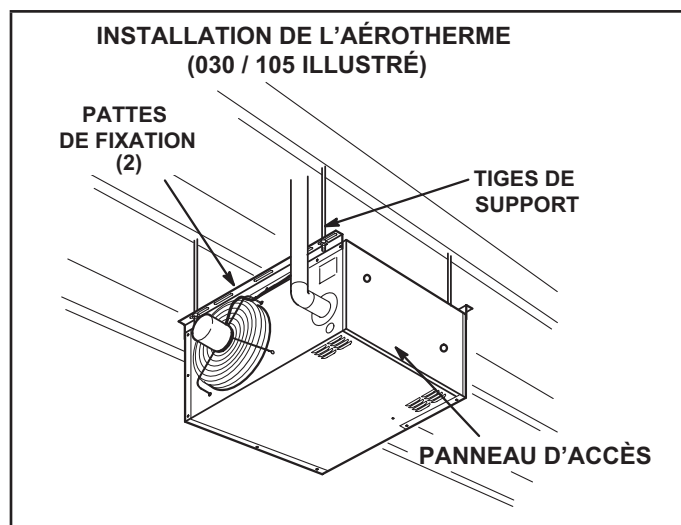

FIGURE 4
L'unité peut être installée comme illustré à la Figure 4 ou tournée de 180 degrés.
- 6 - Pour maintenir l'unité, fixer la patte de fixation à une solive ou une poutre du plafond. Il est également possible d'installer l'unité sur des tiges de support comme illustré à la Figure 4.